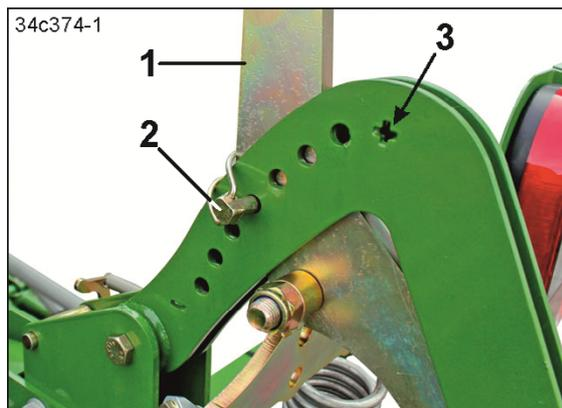

Fig. 143
4. Asegurar la posición de la palanca (Fig. 143/1) colocando una grapa elástica para tubos (Fig. 143/2).
Los rodillos ejercen la máxima presión con la grapa elástica (Fig. 143/2) insertada dentro del orificio junto al signo (Fig. 143/3).